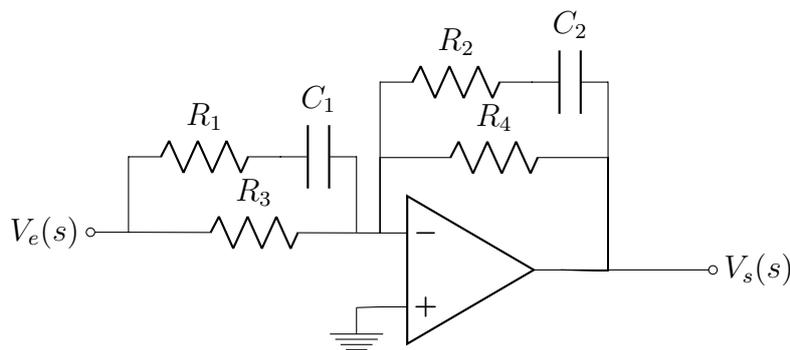

FIGURE 18 – Circuit correcteur à base d'AOP
6. Trouver la fonction de transfert  $V_s(s)/V_e(s)$  pour le montage de la Figure 18. Que représente cette fonction de transfert ?
7. Trouver la fonction de transfert pour le montage de la Figure 18 dans les deux cas :